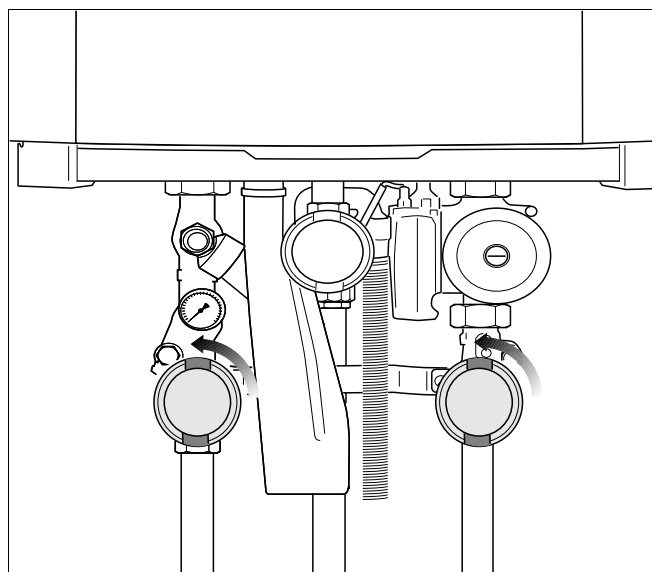

Fig. 66 Deschideți robinetele de întreținere (aici: poziția deschisă)
- Deschideți robinetele de întreținere de la turul și returul de încălzire (fig. 66) (Pozitia deschisă: paralelă cu țeava).